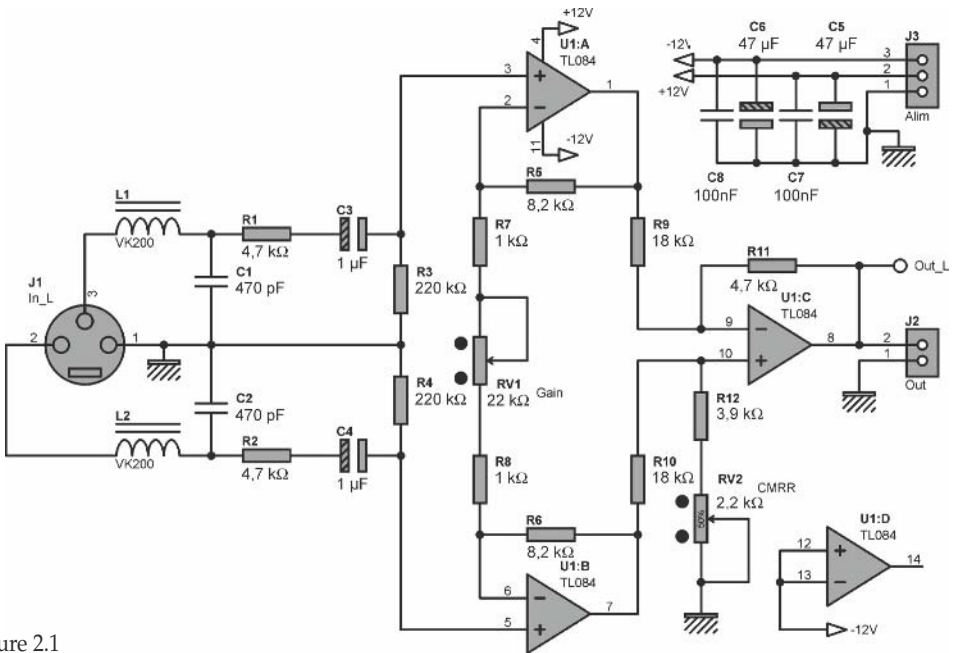

Figure 2.1
**Tentatoo** – Je reconnais qu'il s'agit là d'un circuit qu'on ne trouve guère dans les réalisations d'amateur, car les signaux audio sont le plus souvent transportés en mode asymétrique. Mais comme il peut servir ailleurs – je veux dire pas seulement dans un émetteur FM, je tiens à ce que nous le passions en revue. Ce montage est donc optionnel et n'est recommandé que si votre source audio fournit un signal de type symétrique (sortie audio XLR d'une console professionnelle, par exemple). Voyez donc son schéma, présenté en figure 2.1.